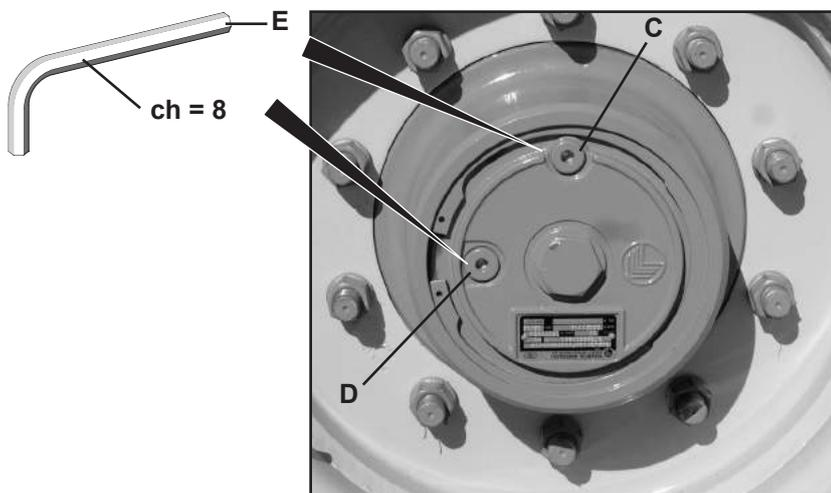

Fig.2 - Chargement
- 2) Une fois que toute l'huile est sortie, faire tourner la roue en reportant l'un des trous dans la position verticale en haut (C fig. 2); puis remplir jusqu'à ce que l'huile sorte par le trou le plus bas (D fig. 2).
Positionner la roue selon la fig.2 bouchon B à la mi-roue.